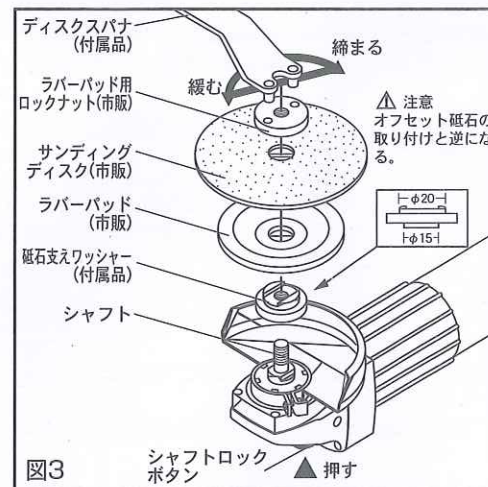

図3
3. サンディングディスク100mm (市販) (図3参照)